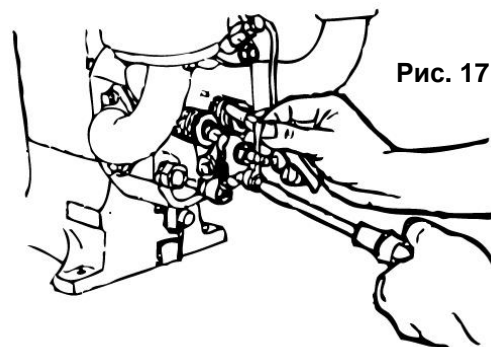

Рис. 17
- Снимите крышку головки цилиндра, поворачивайте маховик до тех пор, пока и впускающий и выпускающий клапана не будут закрыты. Ослабьте контровочную гайку на качающем рычаге и поверните регулировочный винт. После этого вставьте калибровочный щуп между штоком клапана и качающим рычагом; вкручивайте регулировочный винт до тех пор, пока калибровочный щуп не будет легко выходить. После этого затяните контровочную гайку (См. Рис.17).